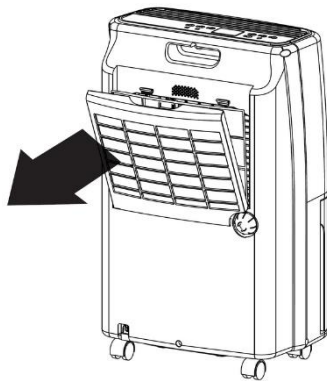

Abb. 1
- Greifen Sie den Luftfilter am oberen Rand und ziehen Sie ihn zu sich heran, um den Luftfilter aus seiner Halterung zu entfernen. (Siehe Abb. 1)